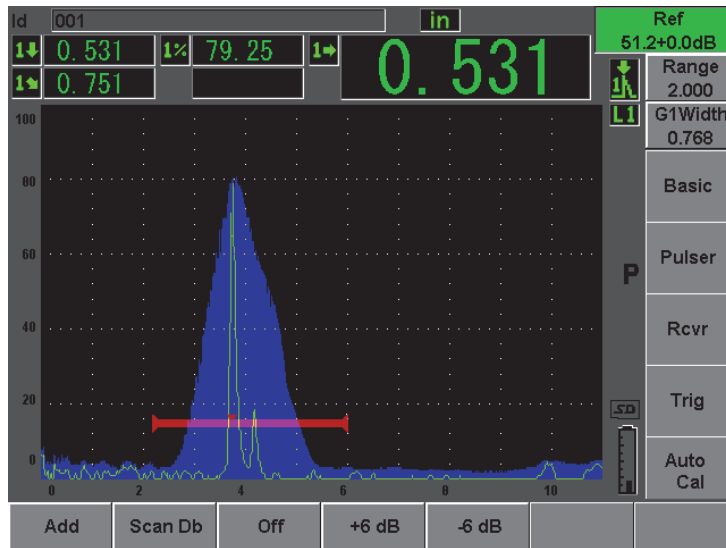

Abbildung 10-25 Referenzverstärkung einstellen
- Mit den Parametern **Add**, **Scan Db**, **+6 dB**, **-6 dB** und **Off** (Hinzu, Prüf dB, +6 dB, -6 dB und Deakt.) die Prüfverstärkung nachjustieren nachdem die Referenzverstärkung (**Ref**) aktiviert ist (siehe Abbildung 10-25 auf Seite 185). Weitere Angaben über diese Funktion finden Sie in Abschnitt 6.3 auf Seite 113.